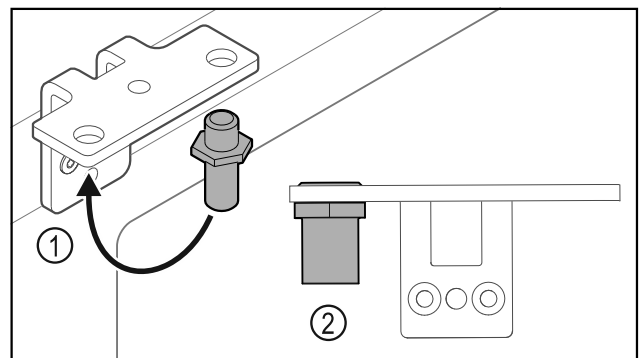

Fig. 28
- Mettre l'axe Fig. 28 (1) dans l'autre trou de l'équerre de charnière.
- Serrer l'axe Fig. 28 (2) au **couple de 12 Nm**.